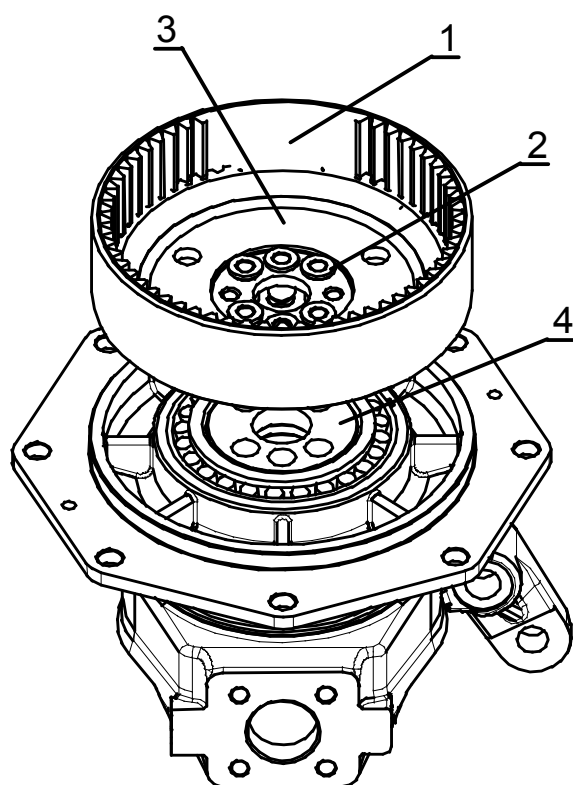

Рис.5.10
9) используя демонтажные отверстия М16 в диске (3), (рисунок 5.10), снимите коронную шестерню (1) в сборе с диском (3) и втулками (2);
10) достаньте регулировочные прокладки (4), (рисунок 5.10), и храните их в комплекте;